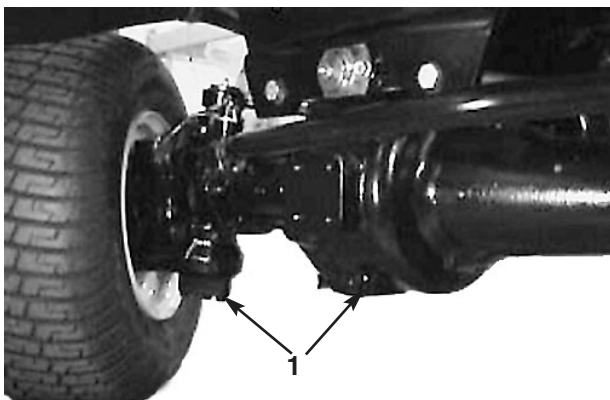

Figure 56
2. Nettoyez la surface autour des (3) bouchons de vidange, (1) à chaque extrémité et (1) au centre (Fig. 56).